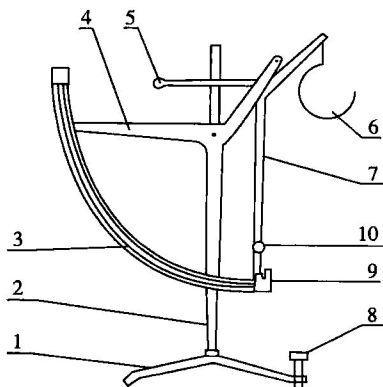
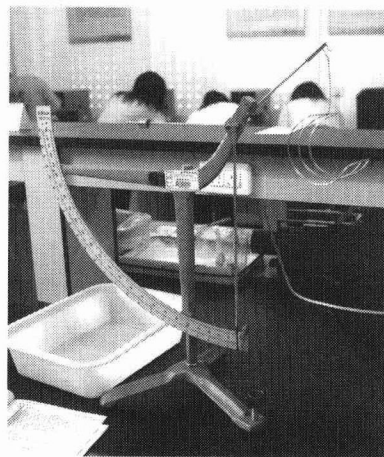

图 1-1 YQ-Z-12 型纸张象限秤的结构
图 1-2 YQ-Z-12 型纸张象限秤实物图
(1) 象限秤 (YQ-Z-12 型纸张象限秤)，其结构如图 1-1 所示，图 1-2 所示为其实物图。